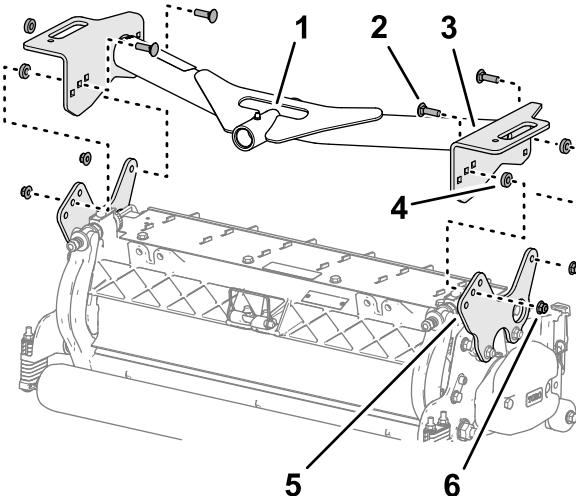

Figura 17
1. Alinee los taladros de las placas del bastidor de tiro delantero con los taladros de las placas de montaje de la unidad de corte (Figura 17).
2. Alinee un espaciador entre la placa de tiro y la placa de montaje (Figura 17), y monte provisionalmente las placas y el espaciador con un perno de cuello cuadrado (3/8" x 1 1/4") y una contratuerca con arandela prensada (3/8").